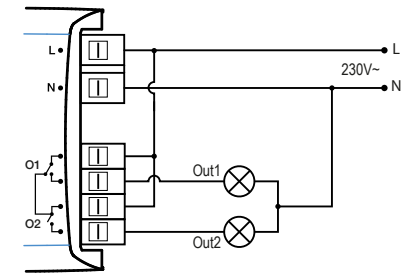

Fig. 4
- Bei Verwendung des Aktors für zwei unterschiedlichen Kanälen (Abbildung 4), immer dieselbe Phase beim Eingang für den Kanal 1 und 2 benutzen, nie unterschiedlichen Phasen anschliessen.
- Fig. 4: Control of 2 independent loads
- When using the actuator as 2 different channels (Fig. 4), always connect the same input Phase to Channel 1 and 2, do not use different phases.
- Fig. 4: Control de dos cargas independientes
- En caso de utilizar el Actuador como 2 canales diferentes (Fig. 4), conecte siempre la misma Fase de entrada al canal 1 y 2, no utilice fases diferentes.